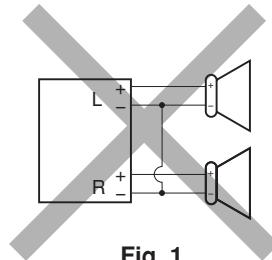
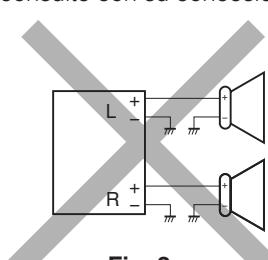

Fig. 1
Fig. 2
- If the speaker wiring in your car is as illustrated in Fig. 1 and Fig. 2 below, DO NOT connect the unit using that original speaker wiring. If you do, the unit will be seriously damaged. Redo the speaker wiring so that you can connect the unit to the speakers as illustrated in Fig. 3.
- Si el conexionado de altavoz de su automóvil es como se indica en las Figs. 1 y 2 de abajo, NO conecte la unidad utilizando ese conexionado de altavoz original. Si lo hace, se producirán daños graves en la unidad. Vuelva a efectuar el conexionado de altavoz de manera que pueda conectar la unidad a los altavoces de la manera indicada en la Fig. 3.
- Si le câblage des enceintes de votre voiture est réalisé comme montré sur la Fig. 1 ou Fig. 2 ci-dessous, NE CONNECTEZ PAS l'appareil en utilisant ce câblage original d'enceintes. Si vous le faites, l'appareil sera sérieusement endommagé. Recommez le câblage des enceintes de façon que vous puissiez connecter l'appareil aux enceintes comme montré sur la Fig. 3.